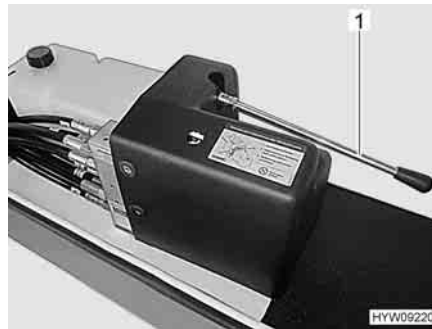

Fig. 37 Leva per comando di emergenza
- Chiudere il piedino di stazionamento con la pompa manuale. A tale scopo, pompare con la leva (Fig. 37,1) fino alla chiusura del piedino di stazionamento.